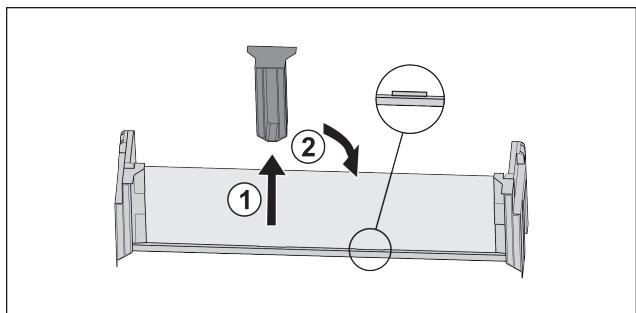

Fig. 85
- Снимите среднюю поддерживающую деталь Fig. 85 (1).
- Вставьте среднюю поддерживающую деталь во вторую позицию Fig. 85 (2).